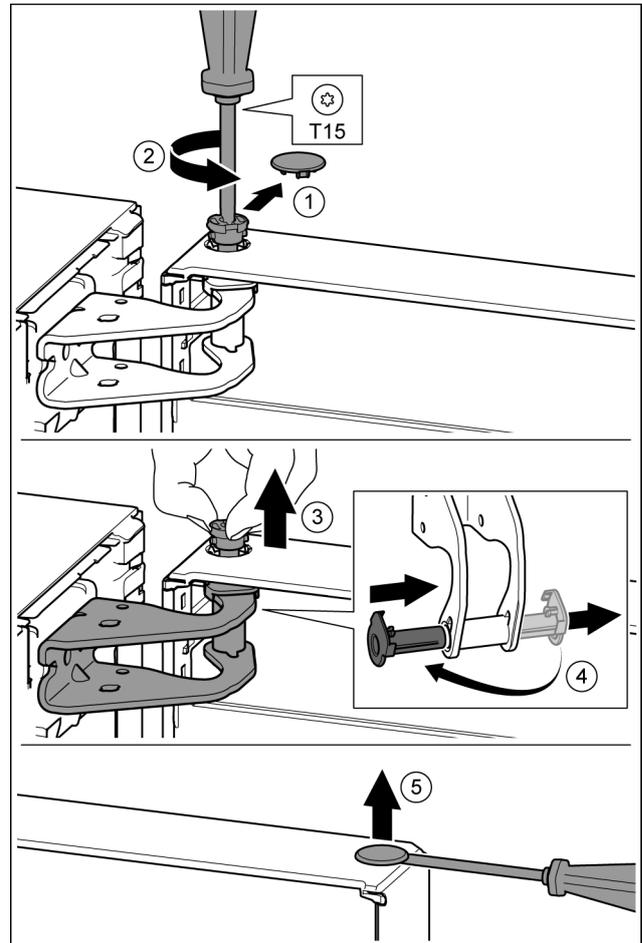

Fig. 13
- ▶ Retire la cubierta del seguro con cuidado. *Fig. 13 (1)*
- ▶ Desenrosque un poco el perno con el destornillador T15. *Fig. 13 (2)*
- ▶ Sujete la puerta y extraiga el perno con los dedos. *Fig. 13 (3)*
- ▶ Extraiga el casquillo de cojinete de la guía. Introdúzcalo y encájelo por el otro lado. *Fig. 13 (4)*
- ▶ Levante cuidadosamente el tapón del casquillo de cojinete de la puerta con un destornillador para tornillos de cabeza ranurada y extráigalo. *Fig. 13 (5)*